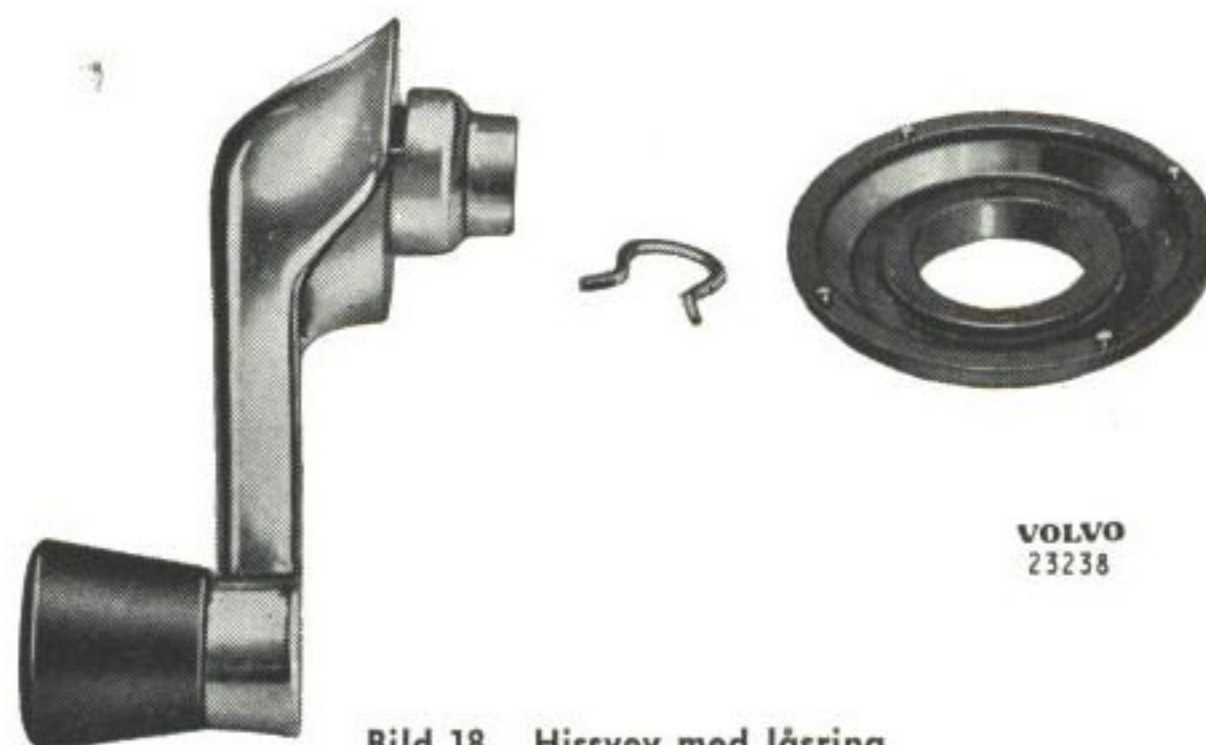
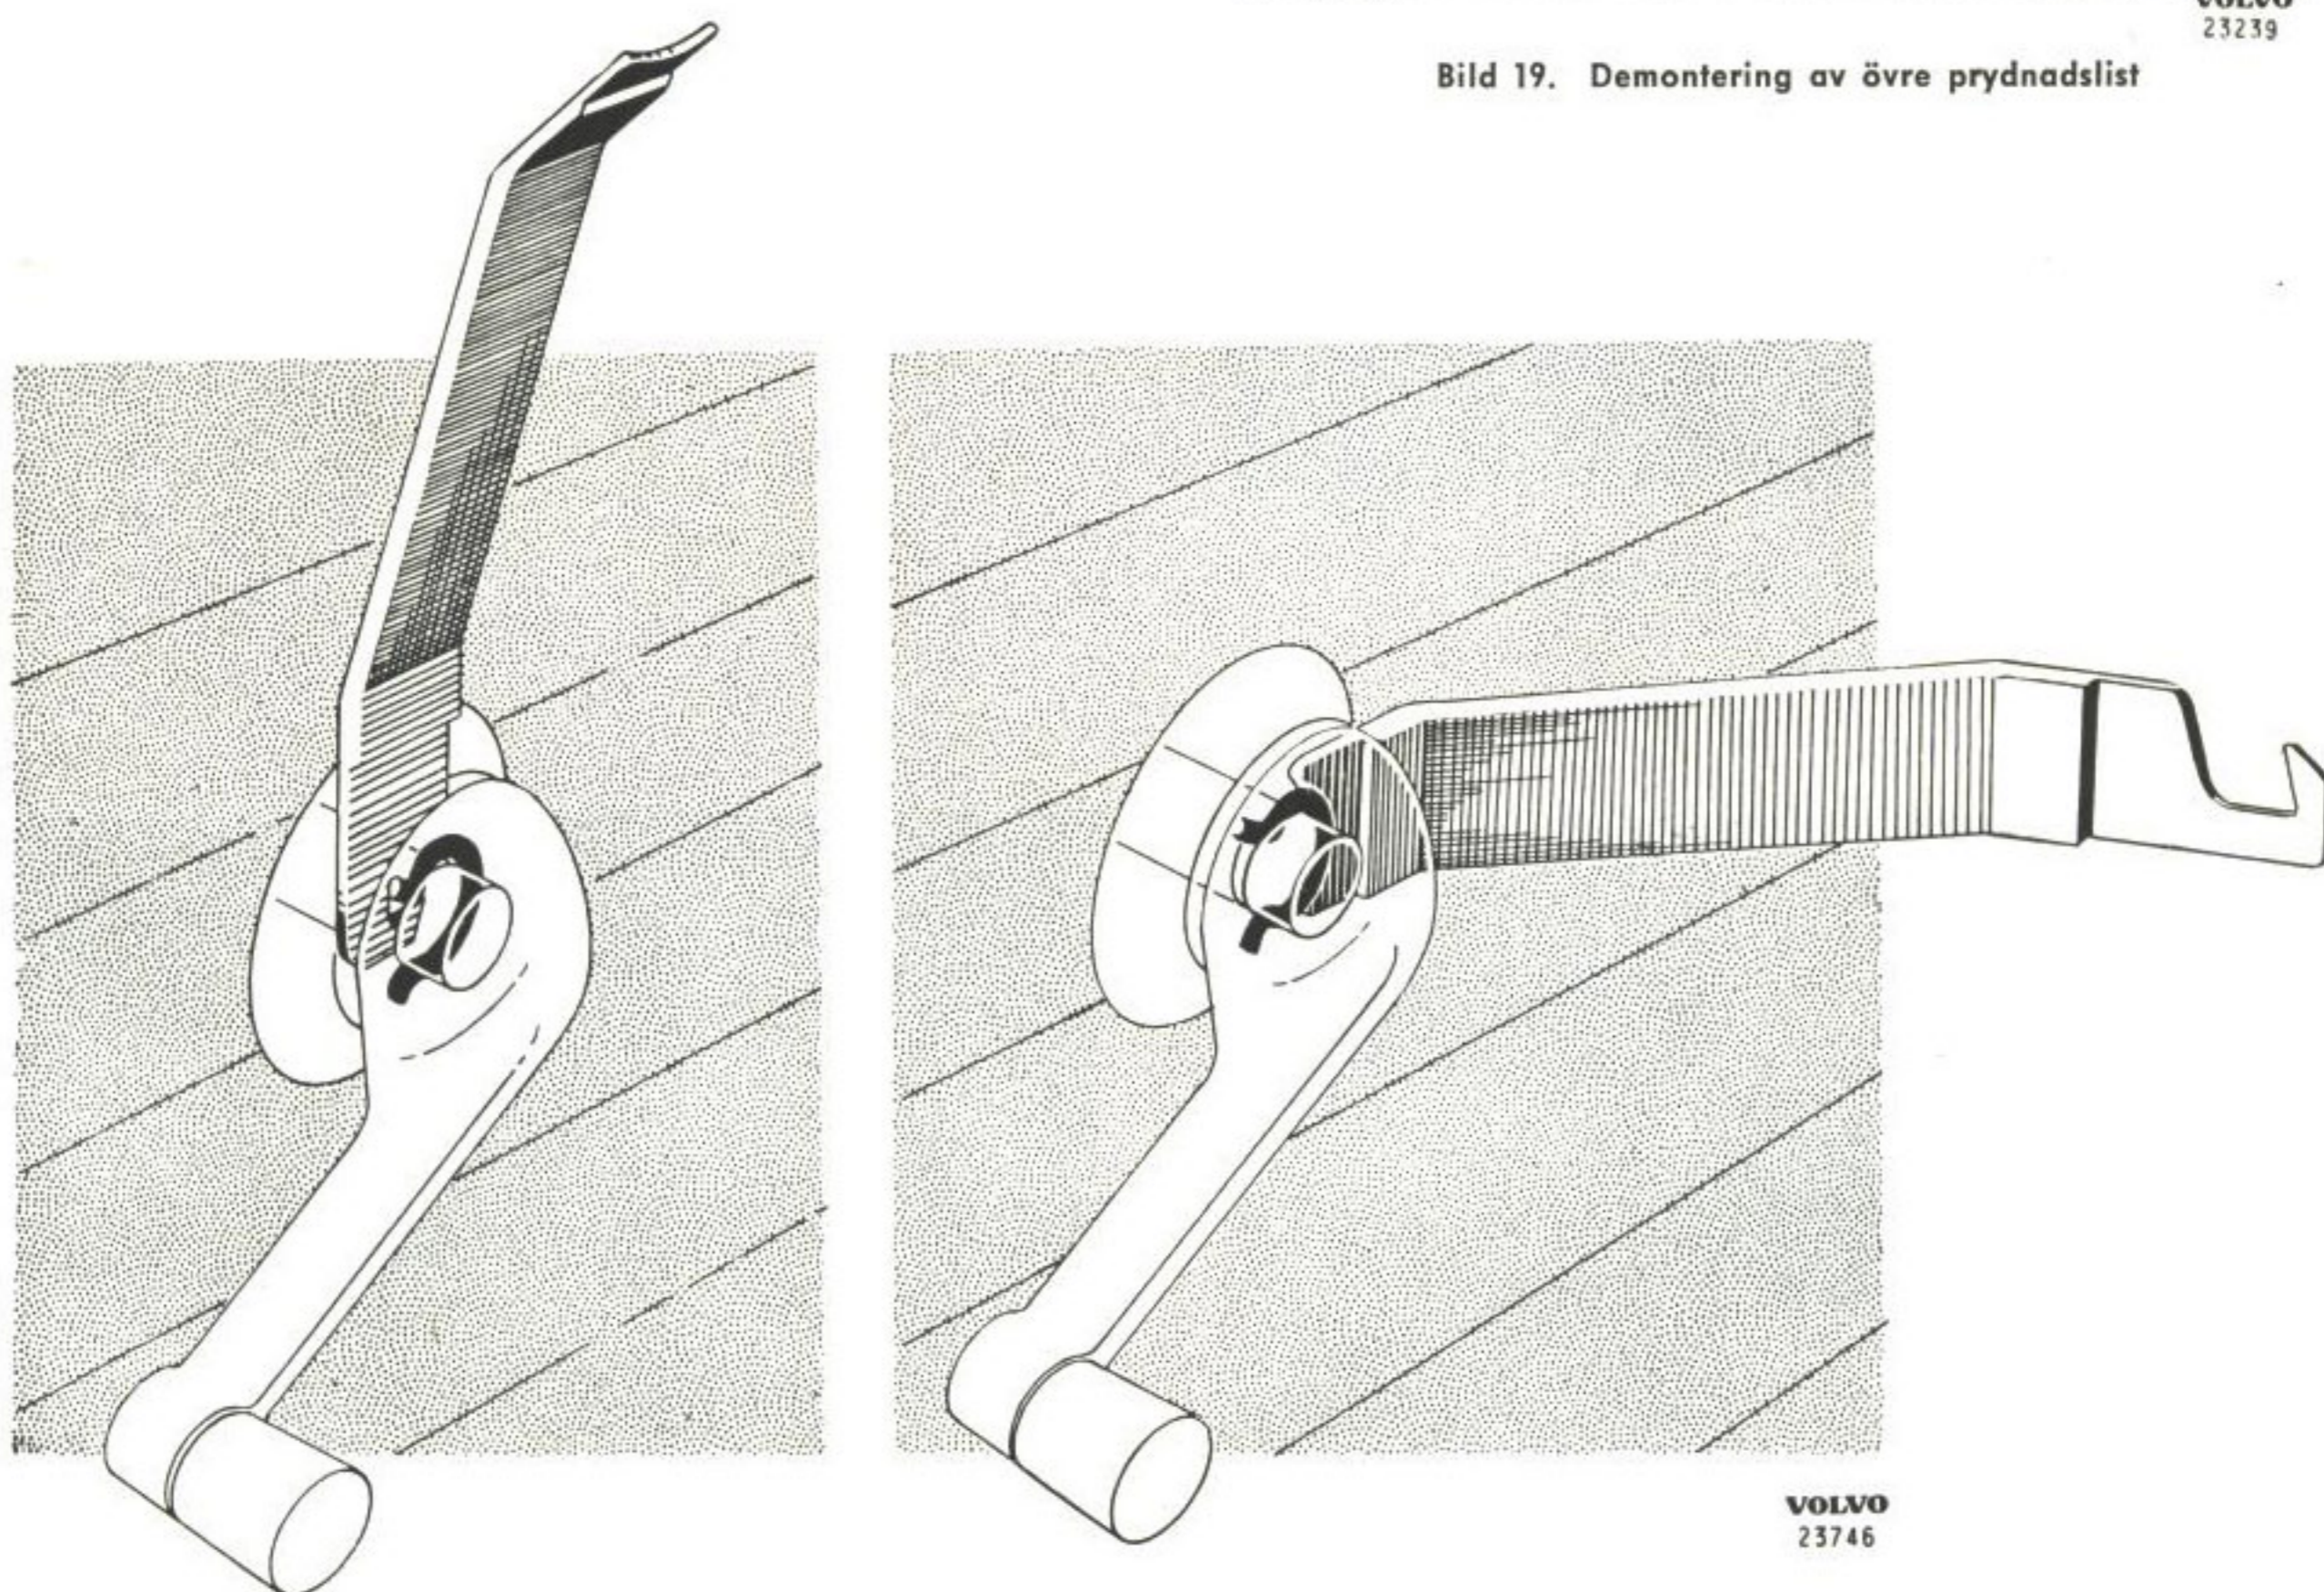

Bild 18. Hissvev med låsring
Bild 17. Demontering och montering av hissvev
2. Lossa dörrhandtag och hissvev. Dessa borttages genom att låsringen som håller dem demonteras med verktyg SVO 2297, se bild 17. Fönstervev, låsring och bricka visas på bild 18.